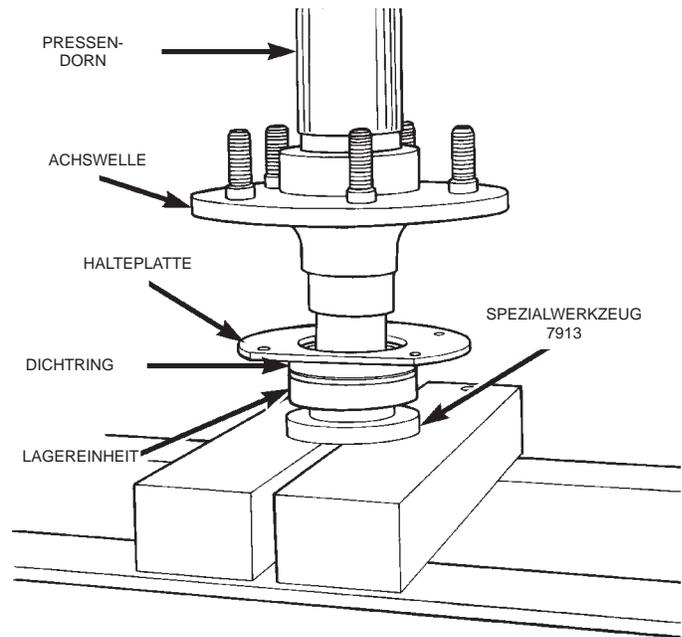

Abb. 16 Lager auf die Achswelle pressen
(7) Mit Einbauwerkzeug 7913 und einer Presse das Lager auf die Achswelle pressen (Abb. 16).